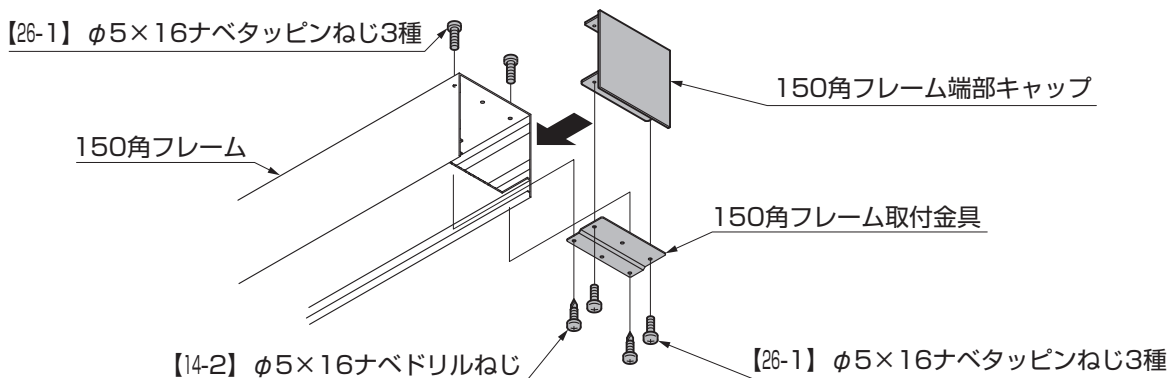

図18-2 端部キャップを取付ける場合
①図18-2を参照して端部キャップをフレームに固定してください。